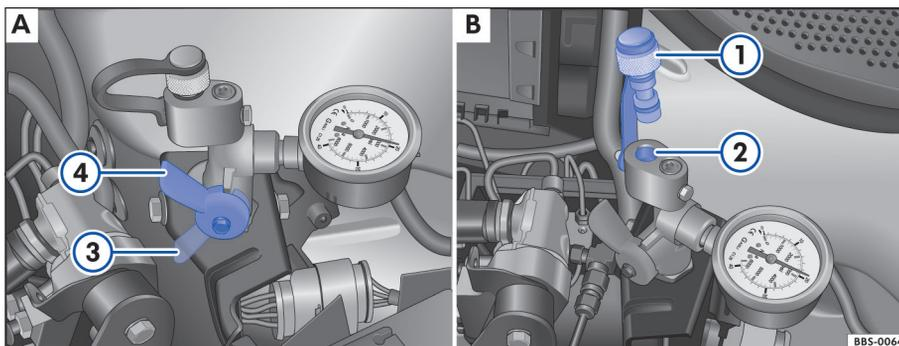
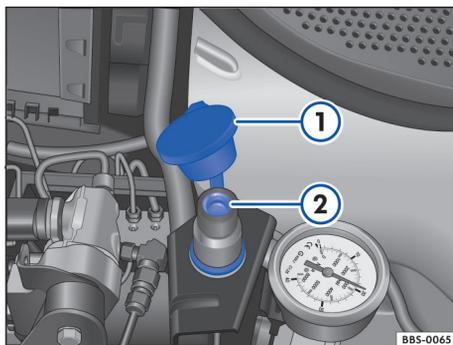

图 99 发动机舱内的插销式天然气加注阀：插销 ①，加注口 ②；加注阀上的开关阀：③ - 打开加注阀，④ - 关闭加注阀
图 100 发动机舱内的快充式天然气加注阀：保护盖 ①，加注口 ②
天然气加注阀安装在发动机舱右侧，分为插销式  $\Rightarrow$  图 99 和快充式  $\Rightarrow$  图 100 两种类型，打开发动机舱盖  即可看到加注阀  $\Rightarrow$  第 131 页。
- 逆时针旋转加注阀上的开关阀至位置 ③  $\Rightarrow$  图 99，打开加注阀。
- 按下天然气加注阀上的插销 ①。
- 将充气设备的加注器插到天然气加注阀的加注口 ② 上  $\Rightarrow$  图 99。
- 加注完毕后，将插销 ① 重新安装到天然气加注阀上。
- 顺时针旋转加注阀上的开关阀至位置 ④  $\Rightarrow$  图 99，关闭加注阀。
- 拔下天然气加注阀上的保护盖 ⇒ 图 100 。
- 将充气设备的加注器插到天然气加注阀的加注口 上 ⇒ 图 100。